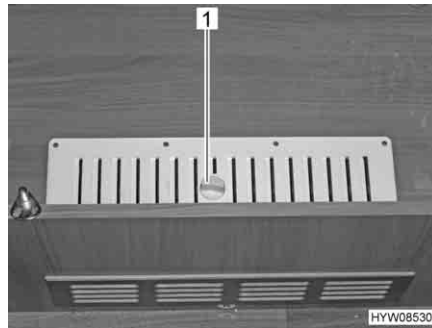

Fig. 33 Alimentazione aria fresca nell'armadio guardaroba
- Ruotare la maniglia girevole (Fig. 33,1) sulla griglia a lamelle dell'armadio guardaroba finché le lamelle non sono completamente aperte. L'aria fresca fluisce nell'abitacolo e nell'armadio guardaroba attraverso la griglia a lamelle.
- Ruotare la maniglia girevole (Fig. 33,1) sulla griglia a lamelle dell'armadio guardaroba finché le lamelle non sono completamente chiuse. Tutta l'aria fresca fluisce nell'abitacolo attraverso la griglia a lamelle.